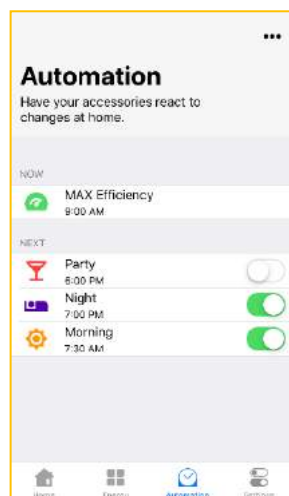

Abbildung 56
10.13.3 Um die Szene aufzuhalten, bitte das Zeichen deaktivieren (Abb. 56).